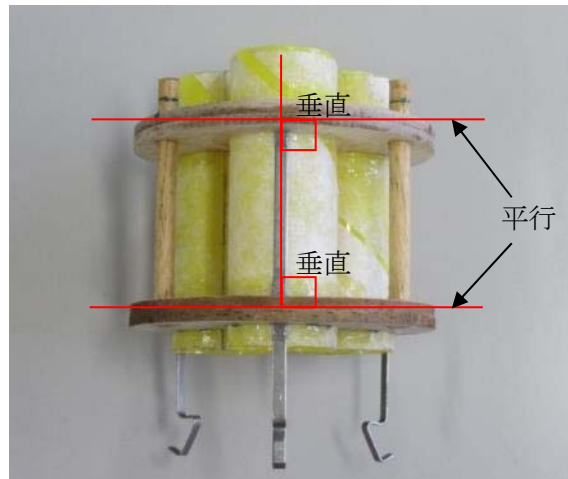

図 8 エンジンマウント
- ・2 枚の円盤に捻じれがなくエンジンチューブと垂直 (図 8) であることを確認し接着固定する